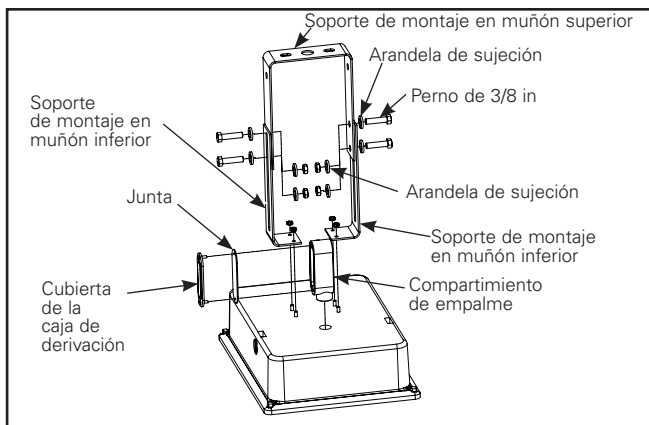

Figura 3.
(Ver Figura 3).
2. Instale el soporte de montaje en muñón inferior en los montantes ubicados en la parte superior de la luminaria como se muestra (Figura 3) usando dos tuercas de bloqueo n.º 10. Repita este paso para el otro soporte de montaje en muñón inferior.